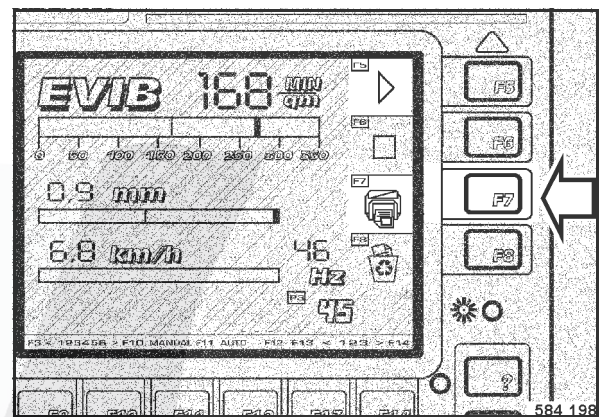

fig. 97
- Après la fin de la mesure, appuyer sur la touche F7 „IMPRIMER“ (fig. 97).